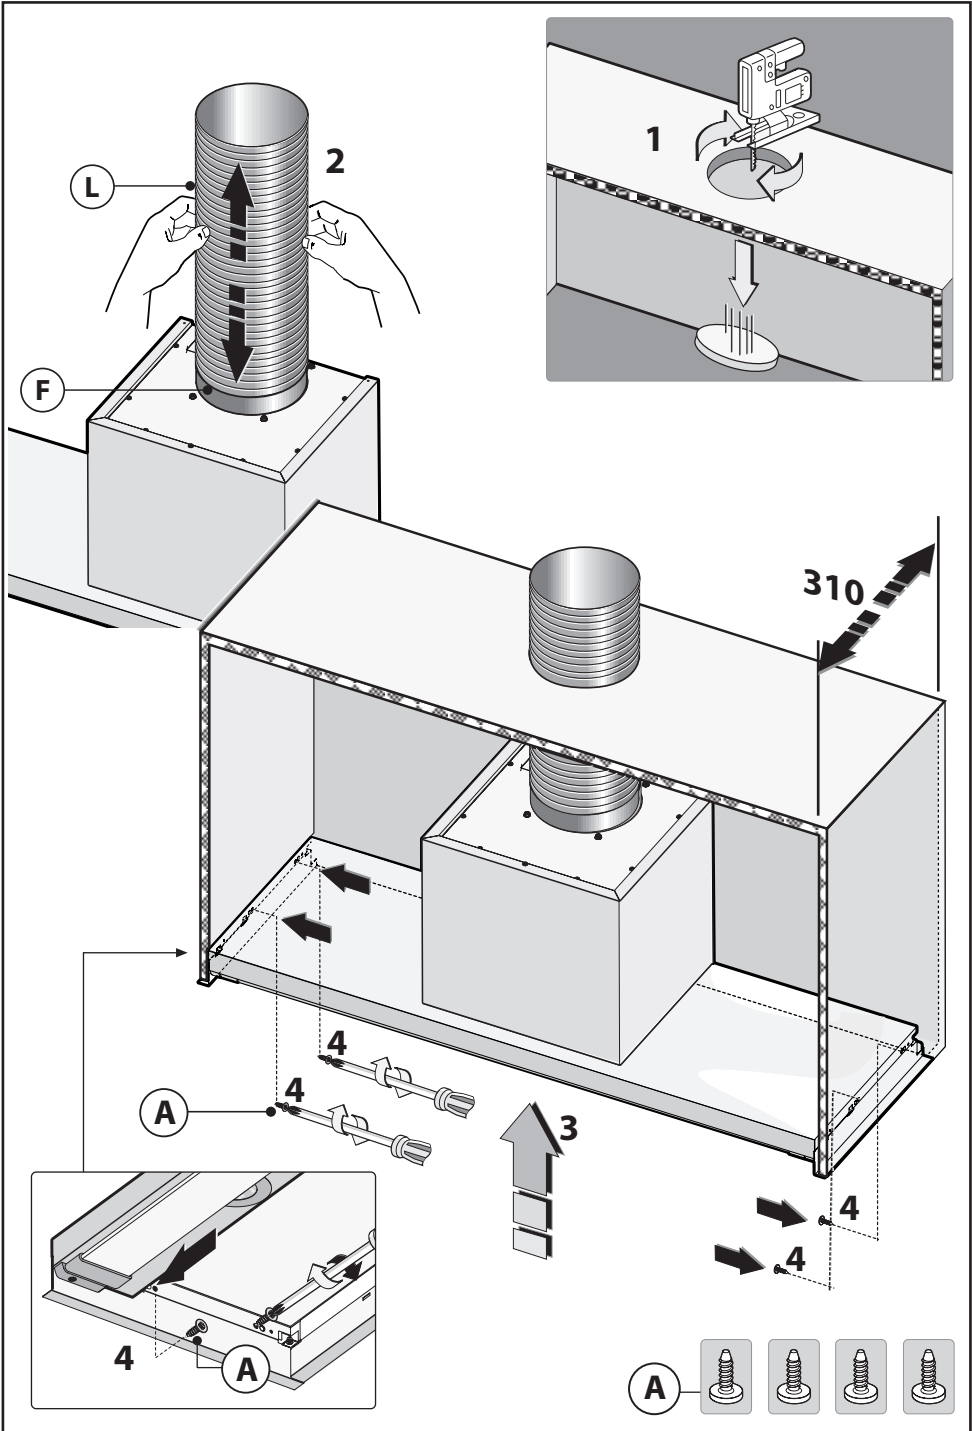

Fig.4
- Podłączyć, za pomocą elastycznego węża **L**, kołnierz **F** do otworu odsysania powietrza Rys.4 - faza 2.
- Dopasuj okap do modułu ściennego i zamocuj go pomocą 4 śrub **A** dostarczonych Rys. 4 - faza 3-4.